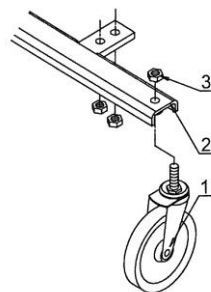

fig. 1
1. Fixez l'ensemble de roulette (n° 1) à la traverse 1 (n° 2) à l'aide des écrous M12 (n° 3) (fig. 1).